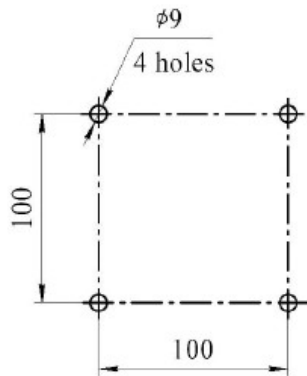

Figura 1
- CGS-0.65 (M)-01 SIAV 066614.025.000 TU pentru MPP în versiune normală; CGS-0.65 (M)-02 SIAV 066614.025.000 TU pentru MPP în versiune specială, sau CGS-0.65 (M)-06 SIAV 066614.025.000 TU pentru MPP în versiunea cu spectru larg de temperaturi de exploatare (vezi elementul 3 din Figura 1) – 1 bucată;
- inel de cauciuc 020-026-36 **GOST 9833-73** (vezi elementul 9 din Figura 1) – 1 bucată;